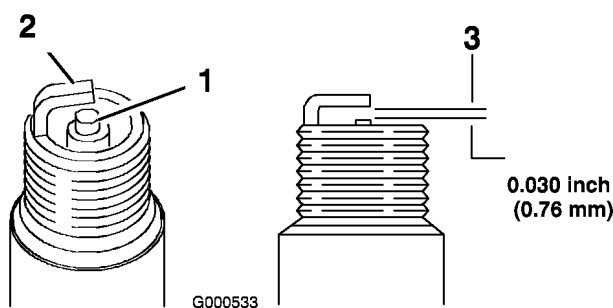

Figura 39
1. Mire la parte central de la(s) bujía(s) (Figura 39). Si se observa un color gris o marrón claro en el aislante, el motor está funcionando correctamente. Si el aislante aparece de color negro, significa que el limpiador de aire está sucio.
2. Compruebe la separación entre los electrodos central y lateral (Figura 39). Si la distancia no es correcta, doble el electrodo lateral (Figura 39).